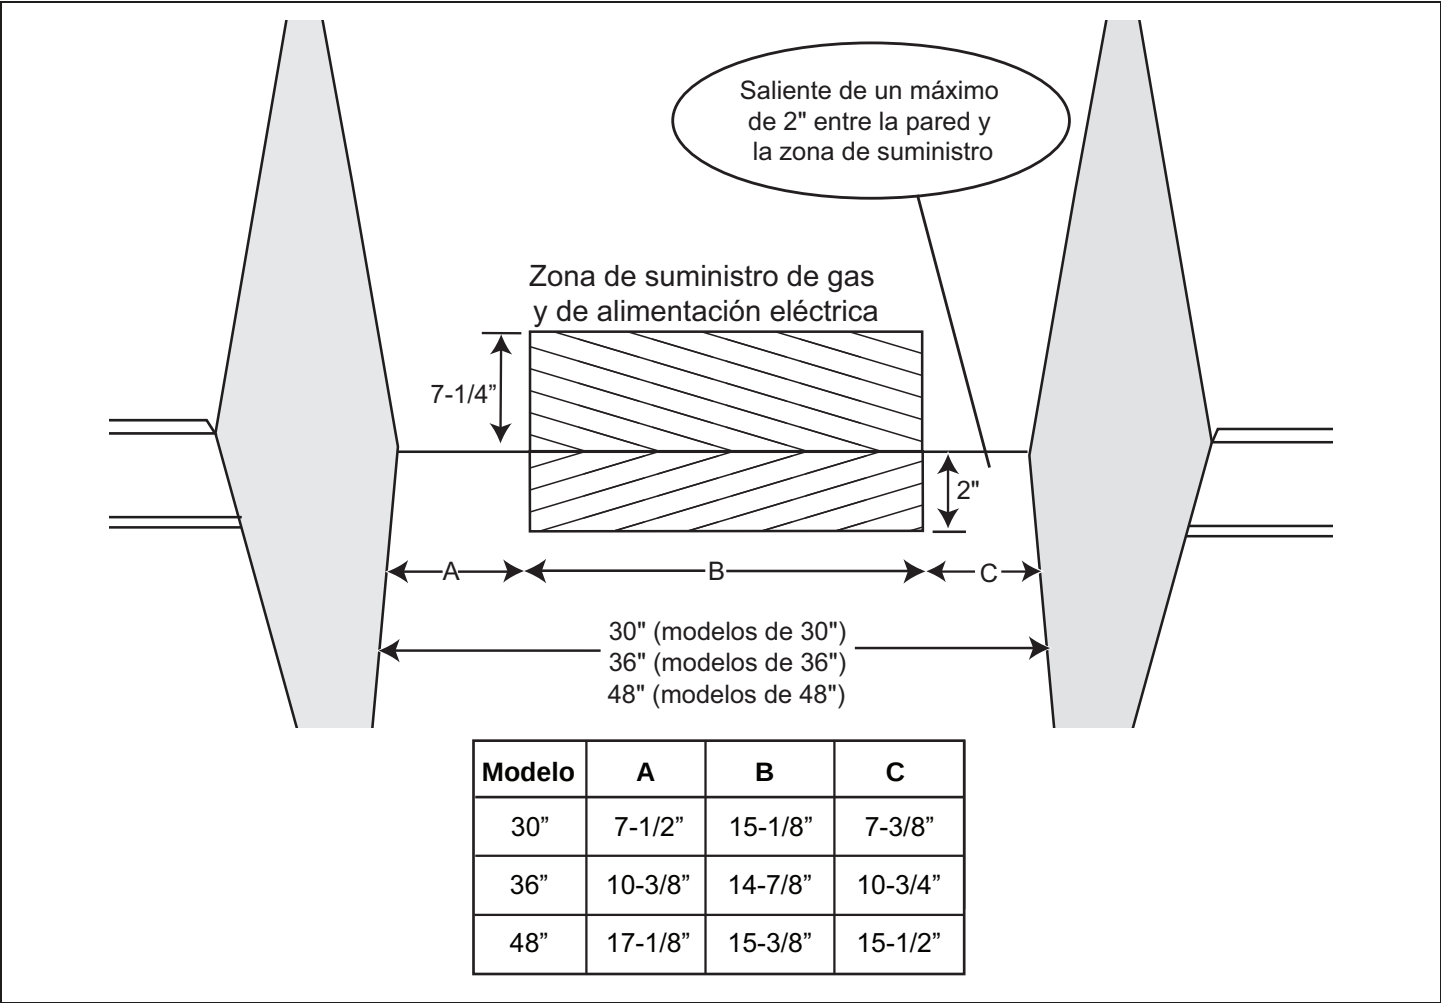

Figura 3a: Suministro de gas y alimentación eléctrica de las estufas de gas
3. El suministro de gas y la alimentación eléctrica deben estar dentro de la zona indicada en la Figura 3a.